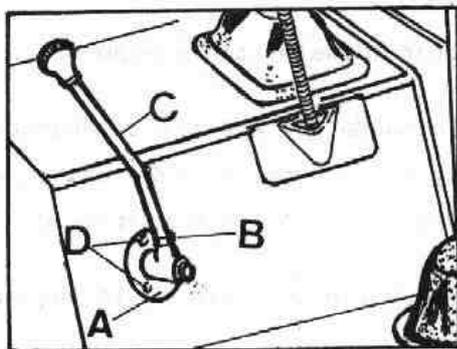

Fig. Q-36 Desmontaje palanca supermarcha
- Aflojar la contratuerca, B (Fig. Q-36) y extraer la palanca, C.
- Soltar los tornillos, D (Fig. Q-36) y desmontar el guardapolvos, A.